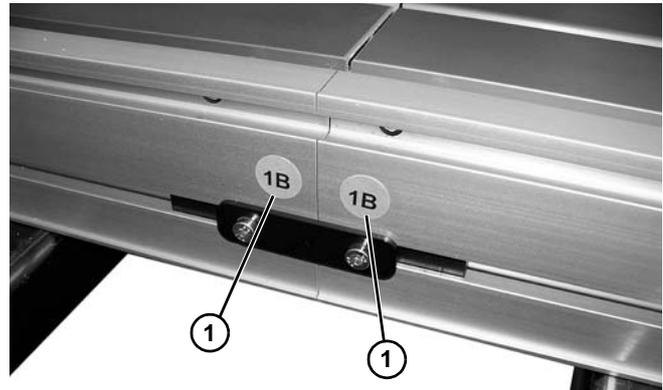

Figura 5
1. Localice y organice las secciones del transportador según las etiquetas de las secciones (Figura 5, artículo 1).